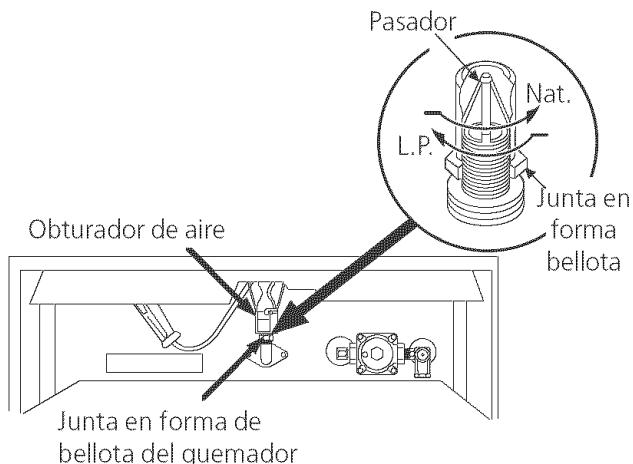

Figura 9
B. Ajuste del orificio del quemador del horno (vea figura 9)
Usando una llave de $\frac{1}{2}$ ", giro hacia abajo la junta en forma de bellota ajustable que inyecta gas al quemador del horno. Gire esta junta en forma de bellota hasta que ajuste contra el pasador medidor de LP. Esto será aproximadamente 2 $\frac{1}{2}$ vueltas. No lo apriete demasiado (vea figura 9).